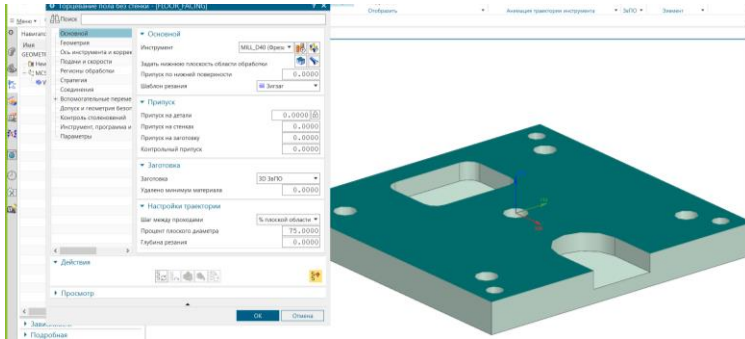
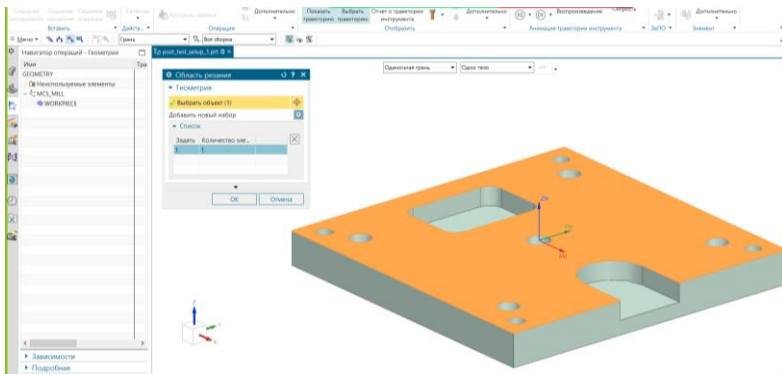
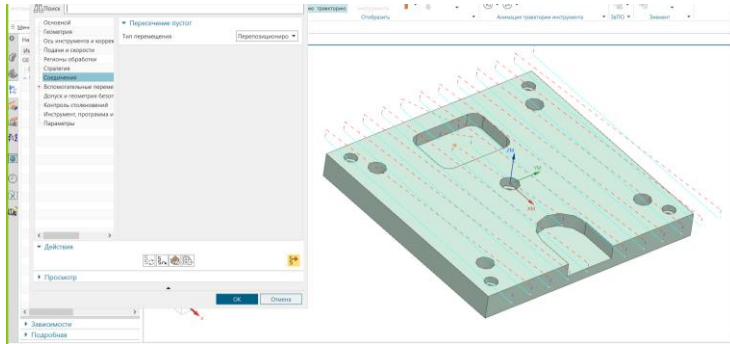

Рисунок 1 – Диалогове вікно «Задание границ грани»
Рисунок 2 – Диалогове вікно для редагування меж граней
Рисунок 3 – Результат виконання дій
3. В діалоговому вікні операції вкладка Основной вкажіть Заготовка – толщина, виконаєте команду – Задайте нижню площину обробки. З'явиться діалогове вікно завдання меж грані (рис. 1), яке дозволяє редагувати наявні межі. Якщо необхідно задати межі наново, то виконаєте команду Виберіть об'єкт рис. 2. Встановіть шаблон – зиг, вкладка Соединение – Тип перемещения – перепозиционирование. Натисніть ОК і Генерувати в основному діалоговому вікні операції. Результат показаний на рис. 3.